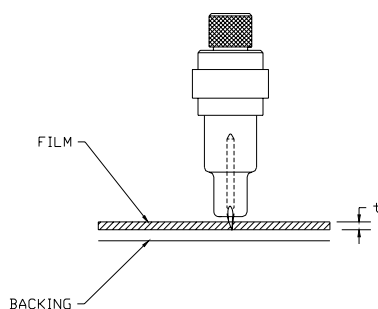

ABBILDUNG 1-10
3. Fahren Sie die Spitze der Klinge auf die für das gewünschte Schnittmaterial erforderliche Länge aus (t), wie in Abbildung 1-10 dargestellt. Die Klinge sollte nur soweit aus der Messerhalterung ragen, daß sie vollständig durch die Folienlage schneidet. Dabei soll sie nicht durch die Rückseite dringen, da sonst das Risiko besteht, in den Schneidestreifen zu schneiden und diesen zu beschädigen.